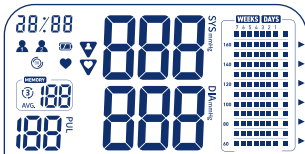

Figure 1
- Allumez l'appareil en appuyant sur la touche Start/Stop. L'affichage plein écran apparaît (Figure 1).